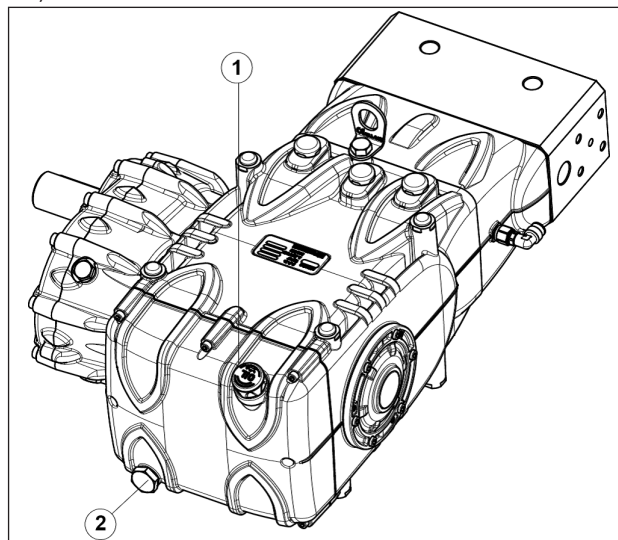

Abb. 3
Überprüfen Sie den Ölstand und füllen Sie bei Bedarf Öl über den Ölmesstab Pos. ①, Abb. 3.
Die Ölstandprüfung hat mit der Pumpe auf Umgebungstemperatur zu erfolgen, für den Ölwechsel soll die Pumpe dagegen auf Betriebstemperatur sein. Entfernen Sie dazu den Verschluss Pos. ②, Abb. 3.